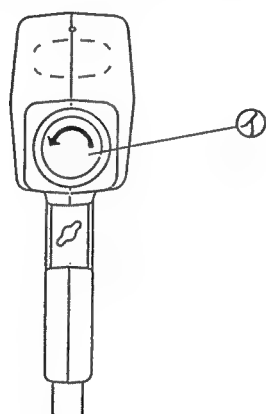

図14
1. 放電ガン後部のキャップ①を反時計方向に回し外します。(図14参照)